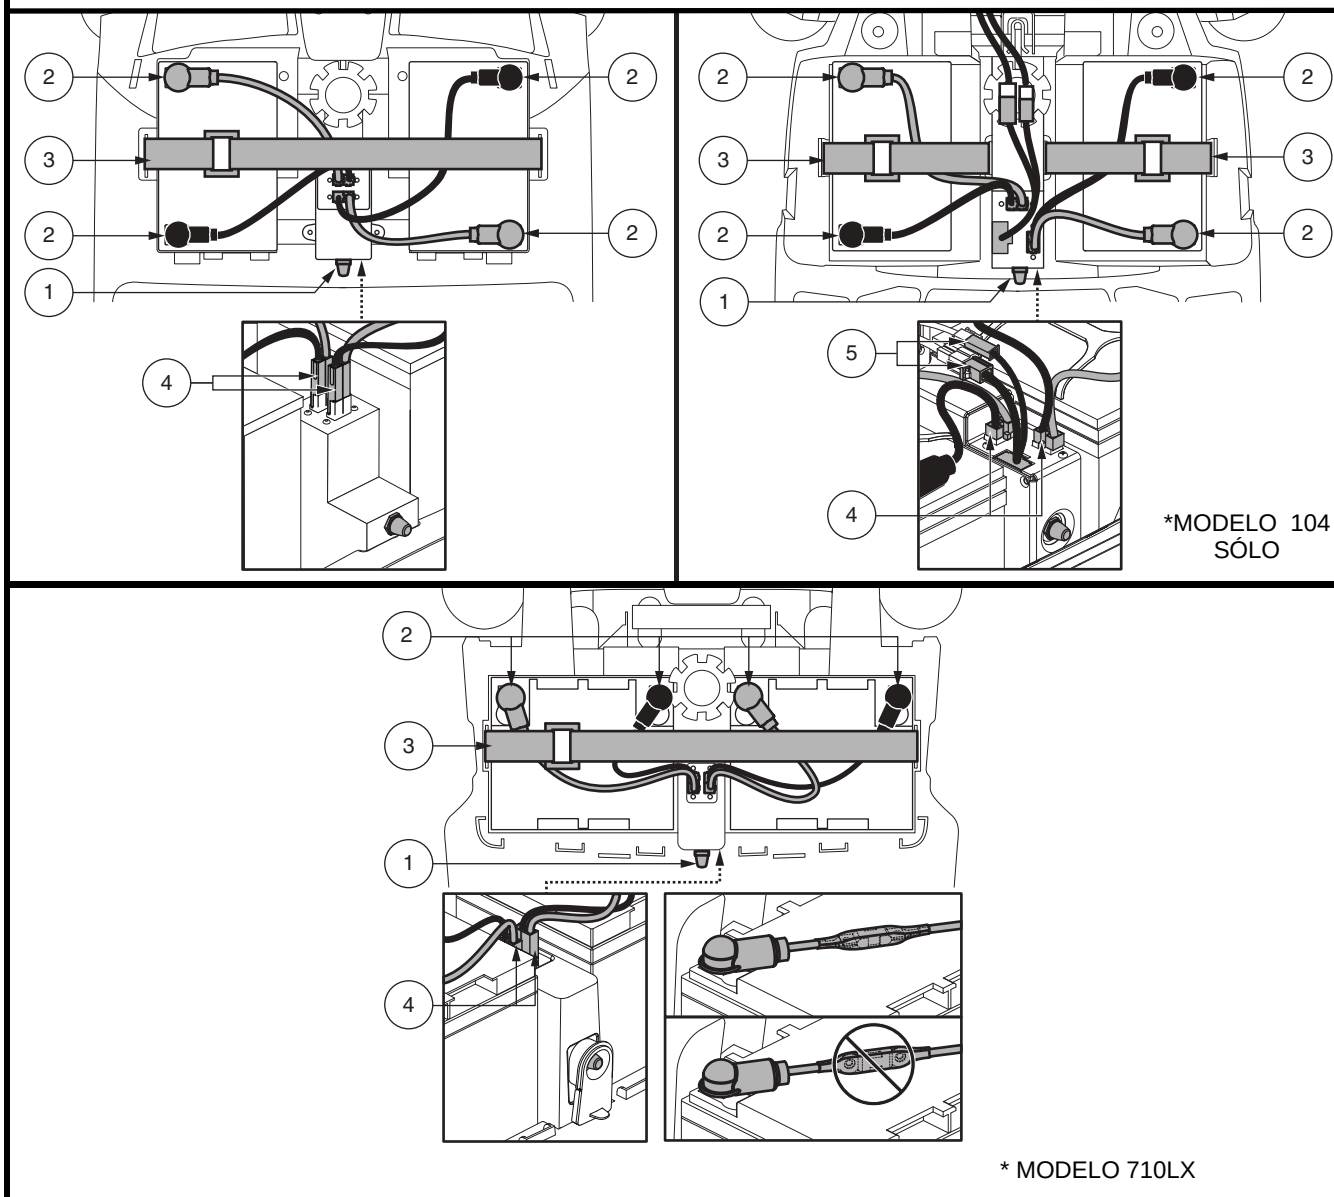

Figure 11. Extracción de la batería / Instalación
2. Desconecte la cincha de amarre de las baterías (fig. 11).
3. Quite los tornillos del perímetro del paquete de baterías (fig. 11).
6. Coloque una nueva batería en el compartimento. Los bornes de cada una de las baterías no deben mirar hacia la torre del asiento (fig. 11).